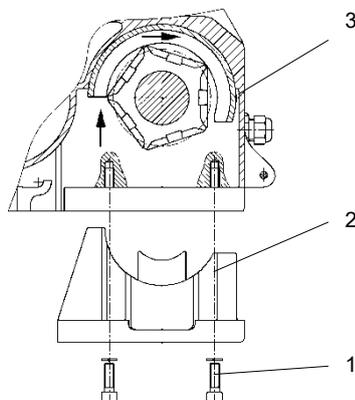

Bild 10 Erneuerung der Kettenführung und des Niederhalters
1. Vier Schrauben (1) lösen.
2. Kettenführung (2) herausnehmen.
3. Niederhalter (3) mit dem Schraubendreher in Richtung Leerstrang herausdrücken (Pfeil in Bild 10).
4. Beim Einbau des neuen Niederhalters (3) beachten, dass die angefastete Seite zum Kettenspeicher zeigt.
3. Lösen der 4 Schrauben der Kettenführung (siehe Bild 10 ) und Absenken der Kettenführung (Bild 17 ).